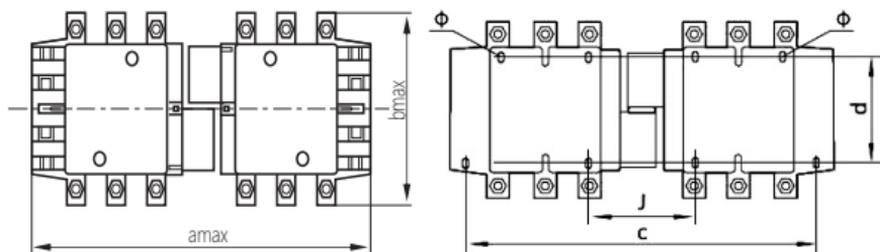

图1 NC2-115Ns~800Ns交流接触器外形与安装示意
2.2 NC2-115Ns~800Ns交流接触器安装尺寸与外形尺寸, 见图1及表4, 型号规格重量见箱贴。